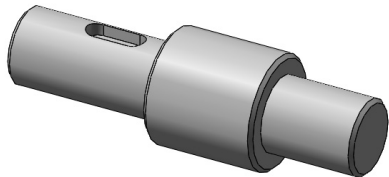

图 5-36 零件实体模型
- [1] 打开初始文件“Z5L8.prt”,零件实体模型如图 5-36 所示。